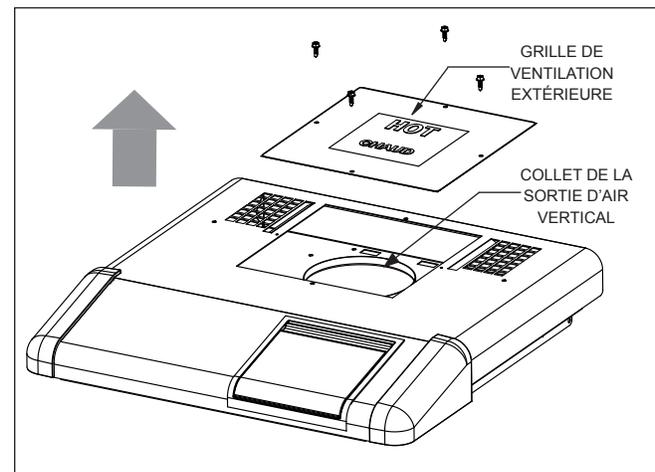

Figure 5. Retrait de la grille d'échappement à l'extérieur
1. Retirez la grille de ventilation d'échappement en retirant les quatre (4) vis qui la retiennent. La grille et les vis peuvent être jetées. Voir figure 5.